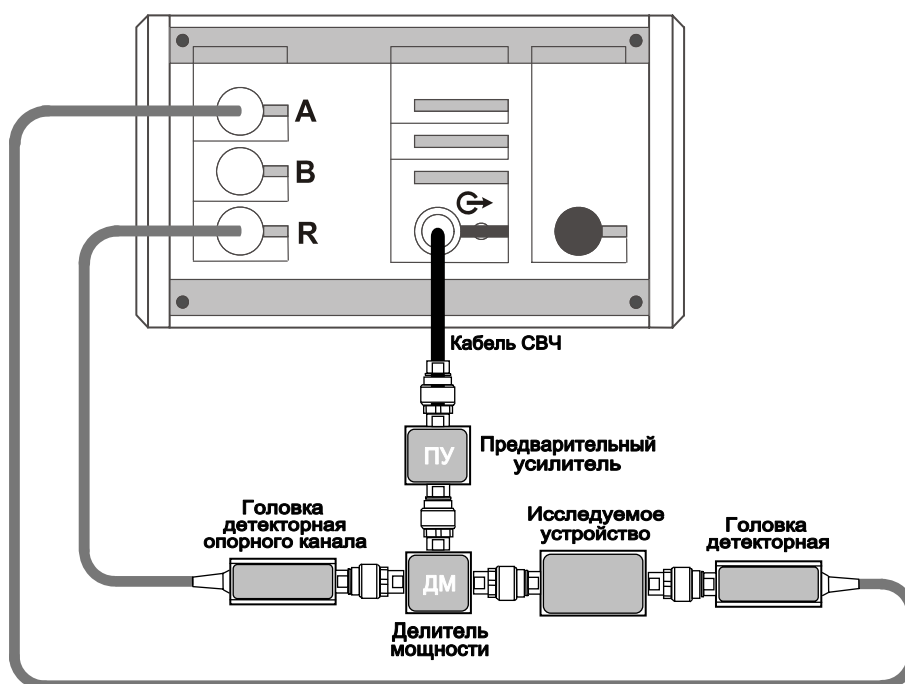

Рисунок 5.28 – Схема измерений динамических характеристик с опорным каналом
5.5.6.6 Измерения с опорным каналом проводят для отслеживания флуктуаций мощности и их учёта, а также для частичного согласования радиоизмерительного канала. Такие измерения, обычно, проводят для устройств с большой входной мощностью, для работы которых требуется наличие предусилителя (рисунок 5.28). Для проведения измерений с опорным каналом требуется наличие второй головки детекторной (рисунок 5.28).
- м) собрать схему измерений, согласно рис. 5.28, при необходимости на выход ИУ установить аттенюатор с известным ослаблением;